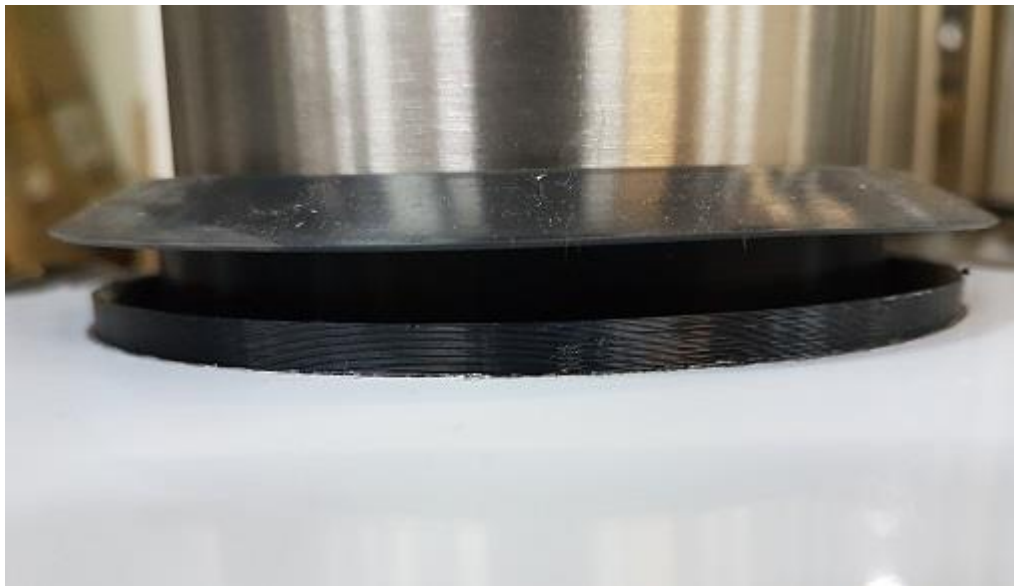
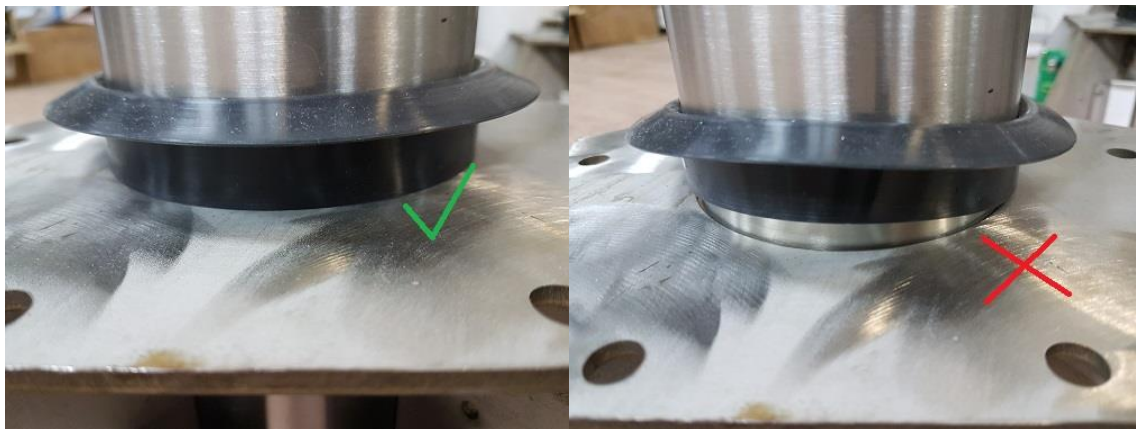

Рис. 11
Рис. 12
10. Установка защитного купола. В отверстие купола вклеена вставка для защиты от царапания труб комплекса при одевании купола, эту вставку необходимо продеть через уплотнительное силиконовое кольцо в нижней части трубы комплекса, см. рис. 11. Уплотнительное кольцо должно прилегать к верхнему фланцу основания, если этого нет, то необходимо его поправить, см. рис. 12. При установке купола необходимо сориентировать грани купола в точности с гранями основания.